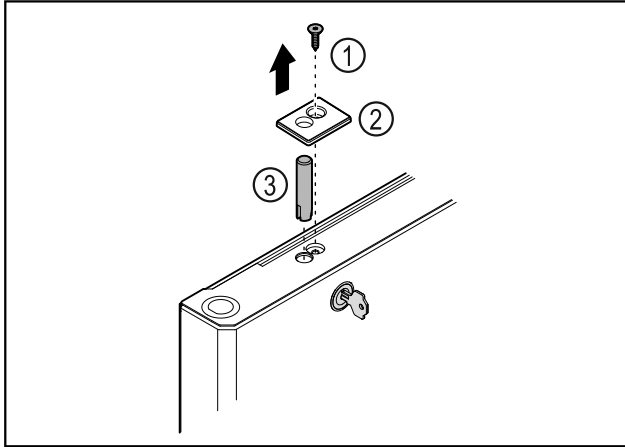

Fig. 43
- ▶ Fjern skruen Fig. 43 (1).
- ▶ Vipp dekselet Fig. 43 (2) ut av stilling med en liten skruetrekker, og ta det av.
- ▶ Trekk ut låsebolten Fig. 43 (3).